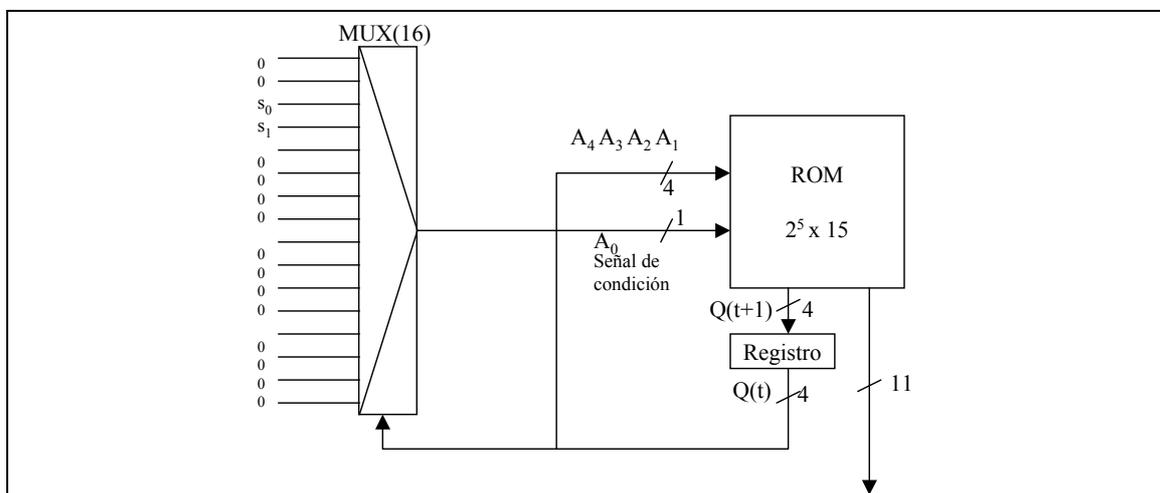

Figura 6 : Diseño de la Unidad de Control con una memoria ROM, un registro y un multiplexor por selección de estado
- En la Tabla 3 se muestra el contenido de la memoria ROM y en la Figura 6 el esquema de la Unidad de Control